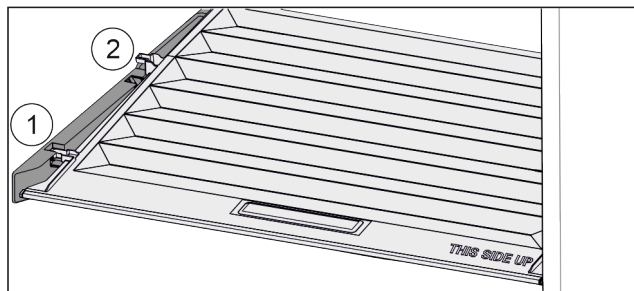

Fig. 42
- ▶ Vytáhněte víko dopředu až k otvoru v přídržných dílech Fig. 42 (1).
- ▶ Vzadu zespolu nadzvedněte a vyjměte směrem nahoru Fig. 42 (2).